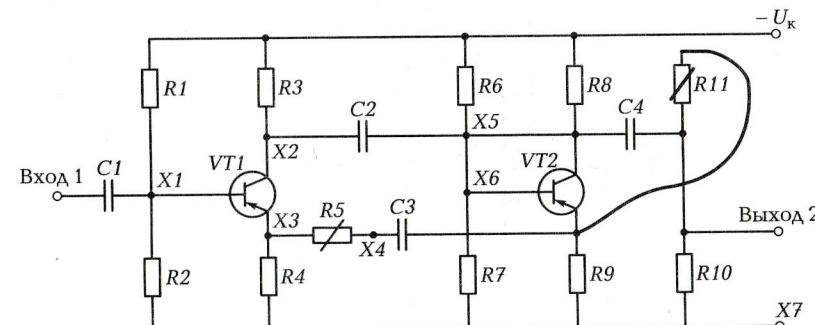

Рис. 3.14. Схема усилителя для изучения обратных связей
1. Соберите схему на макетной плате в соответствии с рис. 3.14 (резистор  $R_5$  — переменный, он используется для реализации ООС).
2. Выполните операции 1—7 из задания 1 (с учетом нумерации, показанной на рис. 3.14).
- Как изменится усиление каскада, если исключить из него конденсатор  $C_3$  в схеме усилителя на транзисторах (рис. 3.14)?